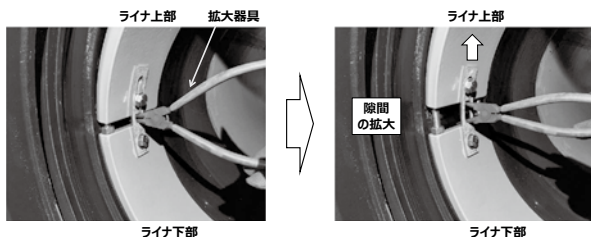

図41 ライナの心出し状況
- ⑤ライナ下部と上部の隙間を、図41に示すように拡大器具を用いて、ライナ上部の外面が受口内面と接触するまで拡大し、心出し用ナットを上げて固定する。この時、一気に隙間を広げるのではなく、左右の隙間がほぼ均等になるように何回かわけて隙間を広げる。